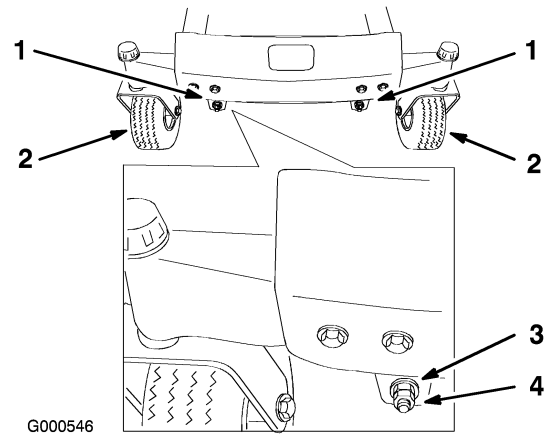

Bild 48
11. Nehmen Sie für das Einstellen der Schnittmesserneigung in Längsrichtung die Sicherungsmuttern ab. Drehen Sie dann die Einstellmutter vorne am Mähwerk (Bild 48).
13. Prüfen Sie, nachdem beide Einstellmutter gleichmäßig eingestellt worden sind, erneut die Schnittmesserneigung in Längsrichtung. Fahren Sie mit der Einstellung der Muttern fort, bis die vordere Schnittmesserspitze um 1,6 bis 7,9 mm tiefer liegt als die hintere Spitze (Bild 48).
Hinweis: Stellen Sie nach dem Einstellen der Einstellmuttern sichern, dass die Stützstangen kein Spiel aufweisen (Bild 49). Ziehen Sie die Stangen fest, wenn ein Spiel vorhanden ist (Bild 48).